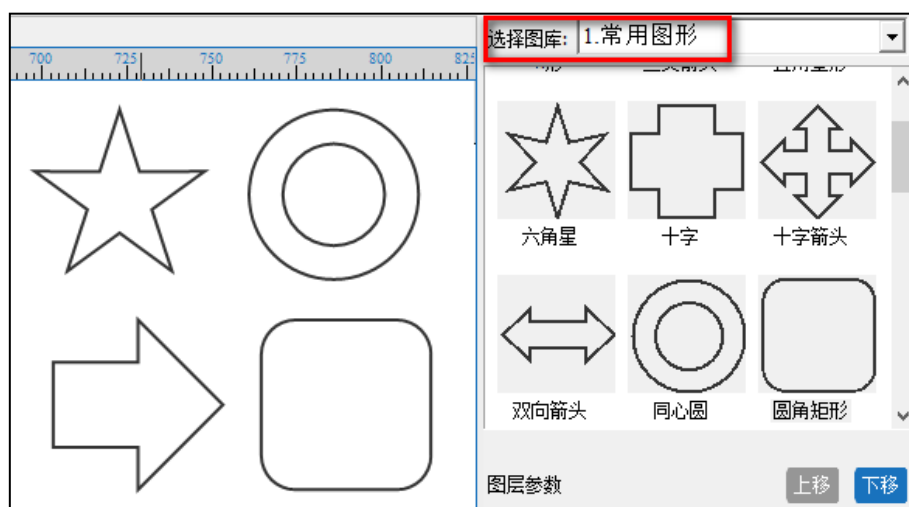

图 3-3
- 在 LaserMaker 本地图库中的【常用图形】分库中直接选取图形，如图 3-3 所示；